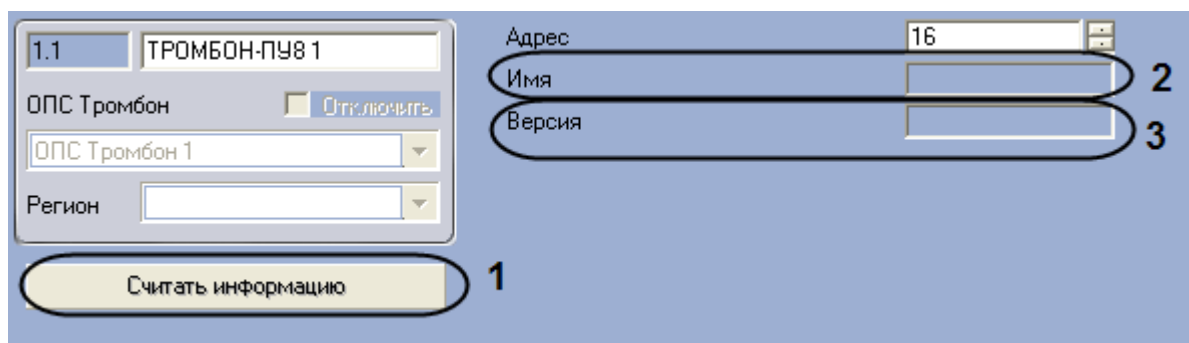

Рис. 3.4—1. Считывание конфигурации прибора ТРОМБОН-ПУ-М
1. Перейти на панель настроек объекта **ТРОМБОН-ПУ8** (Рис. 3.4—1);
2. Нажать кнопку **Считать информацию** (Рис. 3.4—1, 1).
После считывания конфигурации прибора *ТРОМБОН-ПУ8* будут обновлены поля **Имя** (Рис. 3.4—1, 2) и **Версия** (Рис. 3.4—1, 3).